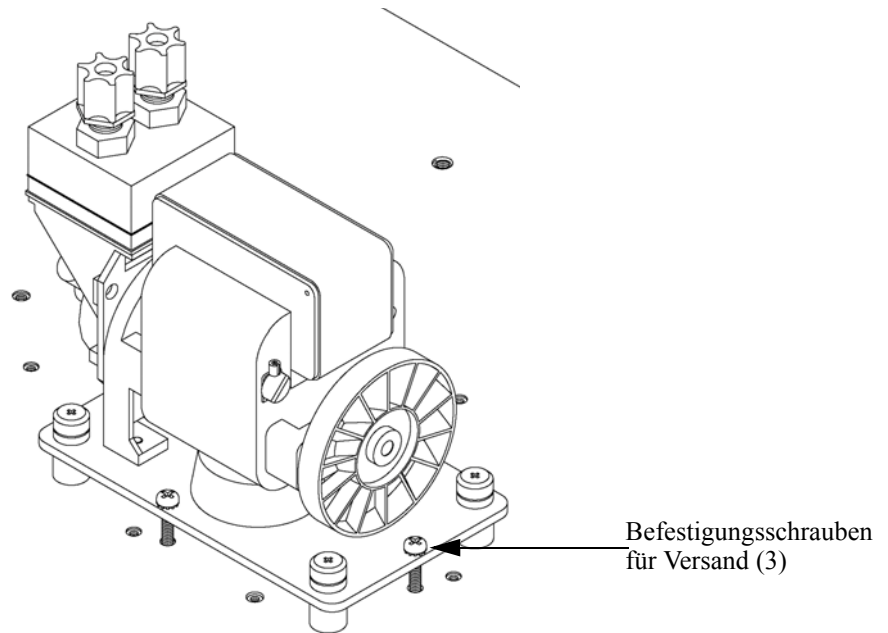

Abb. 2-2. Fixierschrauben für Versand entfernen
4. Entfernen Sie die 3 Schrauben, die zur Befestigung des Gerätes während des Transports dienen (Abbildung 2-2).